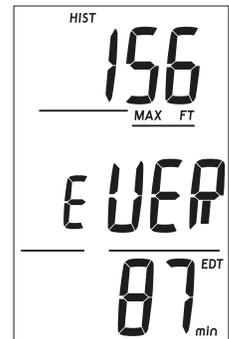

Fig. 44 - ÉCRAN HISTORY 2
**Écran History 2** : paramètres affichés (Fig. 44)